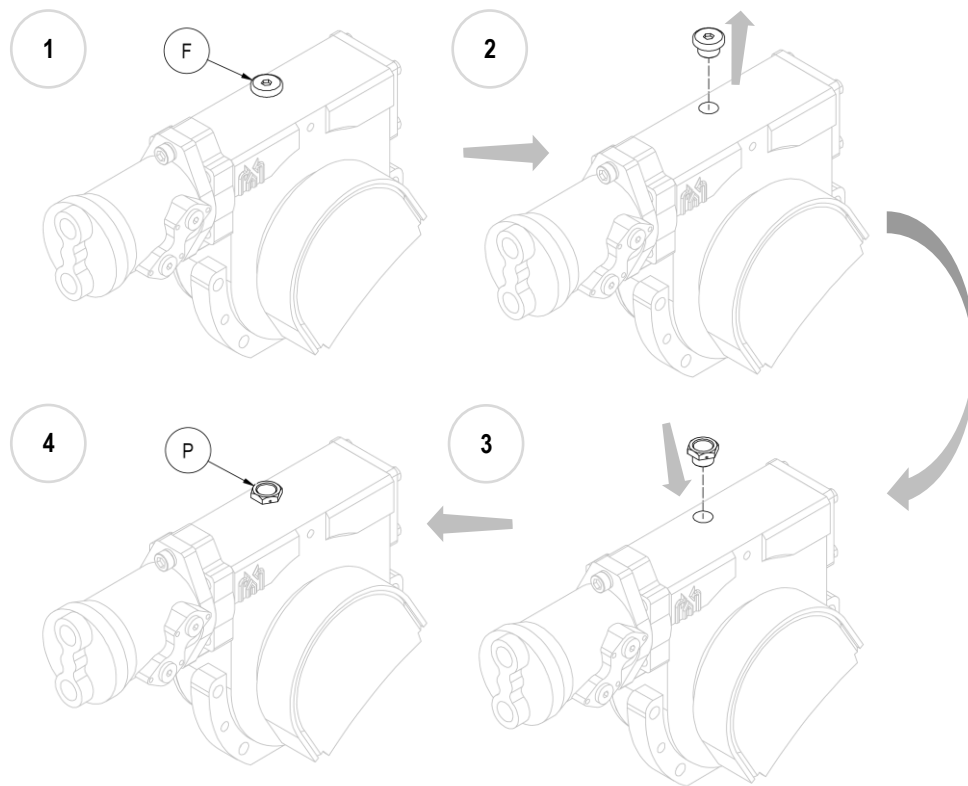

Figura 10
11. **N.B.** Ad attrezzatura montata, prima dell'utilizzo, sostituire il tappo cieco di rabbocco olio in ferro (F) con quello in plastica fornito in dotazione (P), provvisto di sfiato (vedi *Figura 10*).